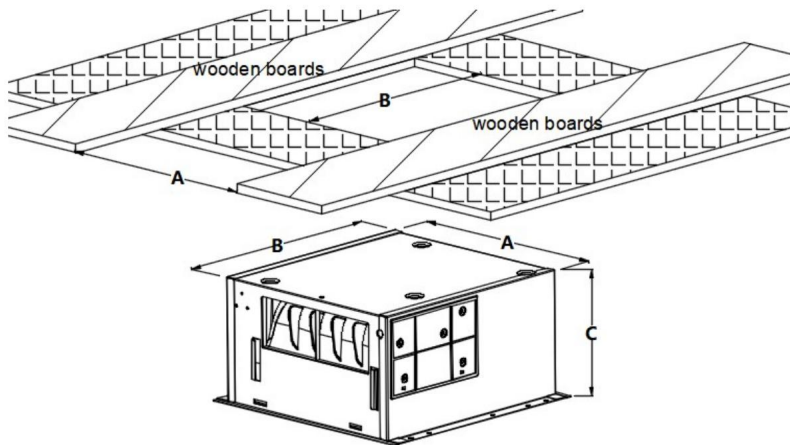

Fig.2.
3. Fixez deux planches de bois d'une épaisseur supérieure à 15 mm et alignez les trous découpés. Respectez le sens d'installation indiqué sur le schéma. (Voir la Fig. 2.)